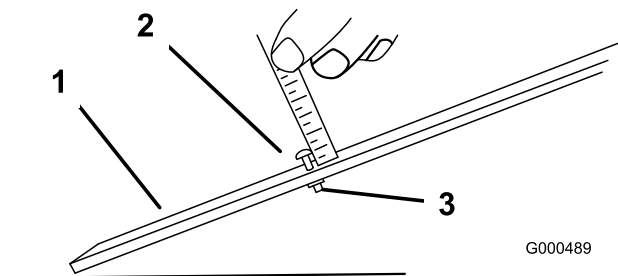

Figura 9
1. Afloje la tuerca de la barra de ajuste y ajuste el tornillo a la altura de corte deseada (Figura 9).